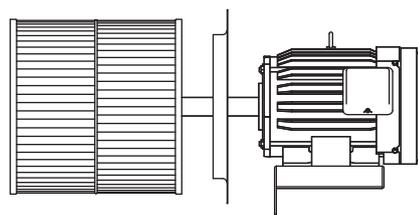

図2
8. モーターからファンを取外しモーターを交換した後、7の状態まで組立てる。ファンのセットねじは仮止めする。(図2)